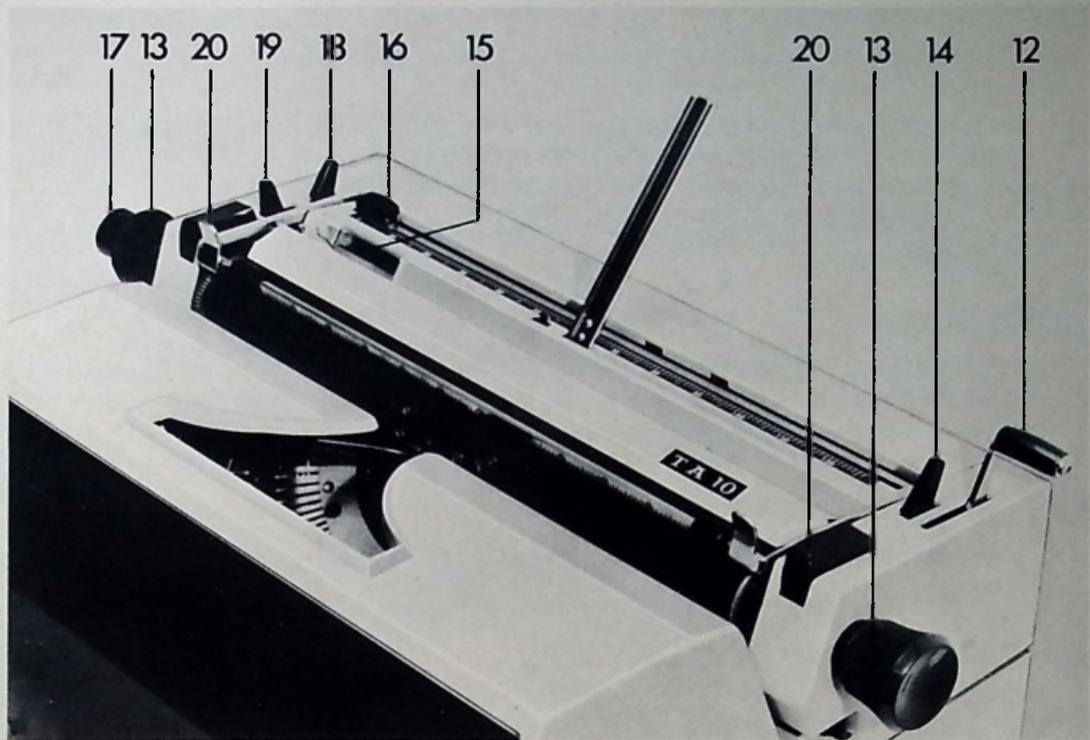

Abb. 8
Durch Vorziehen des Papiereinwerfers (12) Abb. 8 wird das Formular schnell eingezogen und auf Schreibhöhe gebracht. Durch weiteres Betätigen des Papiereinwerfers wird das Formular entweder weiter eingezogen oder auch ausgeworfen.
Ein kurzer Transport des eingezogenen Formulars wird durch Drehen eines der beiden Walzendrehknöpfe (13) Abb. 8 erreicht.
Zum Ausrichten der Formulare wird der Papierlöser (14) Abb. 8 nach vorne gelegt.
Nach dem Ausrichten des Formulars wird die Papieranlage (15) Abb. 8 an den linken Formularrand herangezogen. Damit ist ein gleichmäßiger Zeilenanfang bei allen folgenden Formularen gleicher Art gegeben und eine Übereinstimmung zwischen Programm und Formular gesichert.
Mit dem Randsteller (16) Abb. 8 wird die Wagenrundstellung definiert. Er muß mit dem Beginn der automatisch gesteuerten Vorgänge übereinstimmen. Seine Position ist den Programmunterlagen zu entnehmen. Er darf jedoch nur auf geradzahlige Teilungen gesetzt werden.
Der Walzenstechknopf (17) Abb. 8 wird bei Verwendung von Formularen, die auf die TA 10/1 abgestimmt sind, kaum benötigt.
Im Bedarfsfall ist der Walzenstechknopf mit der linken Handfläche einzudrücken und gleichzeitig die Schreibwalze mit einem der Walzendrehknöpfe (13) Abb. 8 zu drehen, bis sich die zu beschriftende Linie in Schreibhöhe befindet.
Mit Hilfe des Walzenlösers (18) Abb. 8 können Buchstaben und Zeichen zwischen die Zeilen geschrieben werden, z.B. H₂O.
Mit dem Zeileneinsteller (19) Abb. 8 können drei verschiedene Zeilenabstände eingestellt werden,
Durch Niederdrücken des rechten oder linken Wagenlösers (20) Abb. 8, wird der Wagen entsperrt, so daß er nach beiden Seiten bewegt werden kann.
- Die an der Maschine eingestellte Randstellerposition (Randsteller siehe Abb. 8) mit der in der Programmbeschreibung angegebenen Randstellerposition vergleichen und bei Abweichungen den Randsteller auf die in der Programmunterlage genannte Position setzen. (Der Randsteller muß grundsätzlich auf geradzahlige Teilungen gesetzt werden).
Mit dem Einschalten der Maschine wird der Schreibwerkwagen automatisch in die Wagengrundstellung (Wagenanfangsstellung) geführt. Wagengrundstellung ist die geradzahlige Teilung, auf die der Randsteller (16) Abb. 8 gesetzt ist.